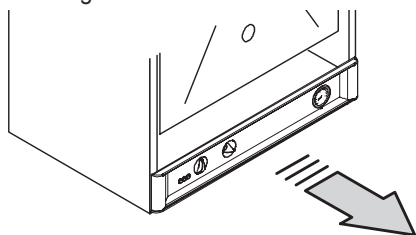

Figura 5.6
- Estrarre frontalmente il pannello comandi per accedere alla morsetteria di alimentazione Figura 5.6.